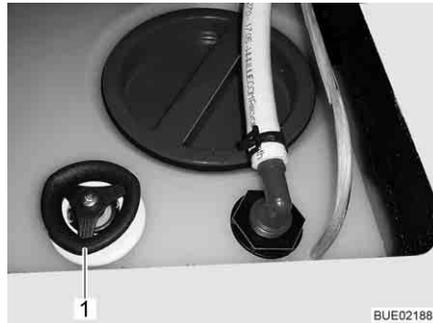

Fig. 166 Réservoir d'eau avec poignée tournante
- Faire tourner à fond dans le sens des aiguilles d'une montre la poignée tournante (Fig. 166,1) située sur le réservoir d'eau.
- Faire tourner la poignée tournante (Fig. 166,1) située sur le réservoir d'eau dans le sens inverse des aiguilles d'une montre jusqu'à ressentir une résistance. L'eau s'écoule, 60 litres restent.